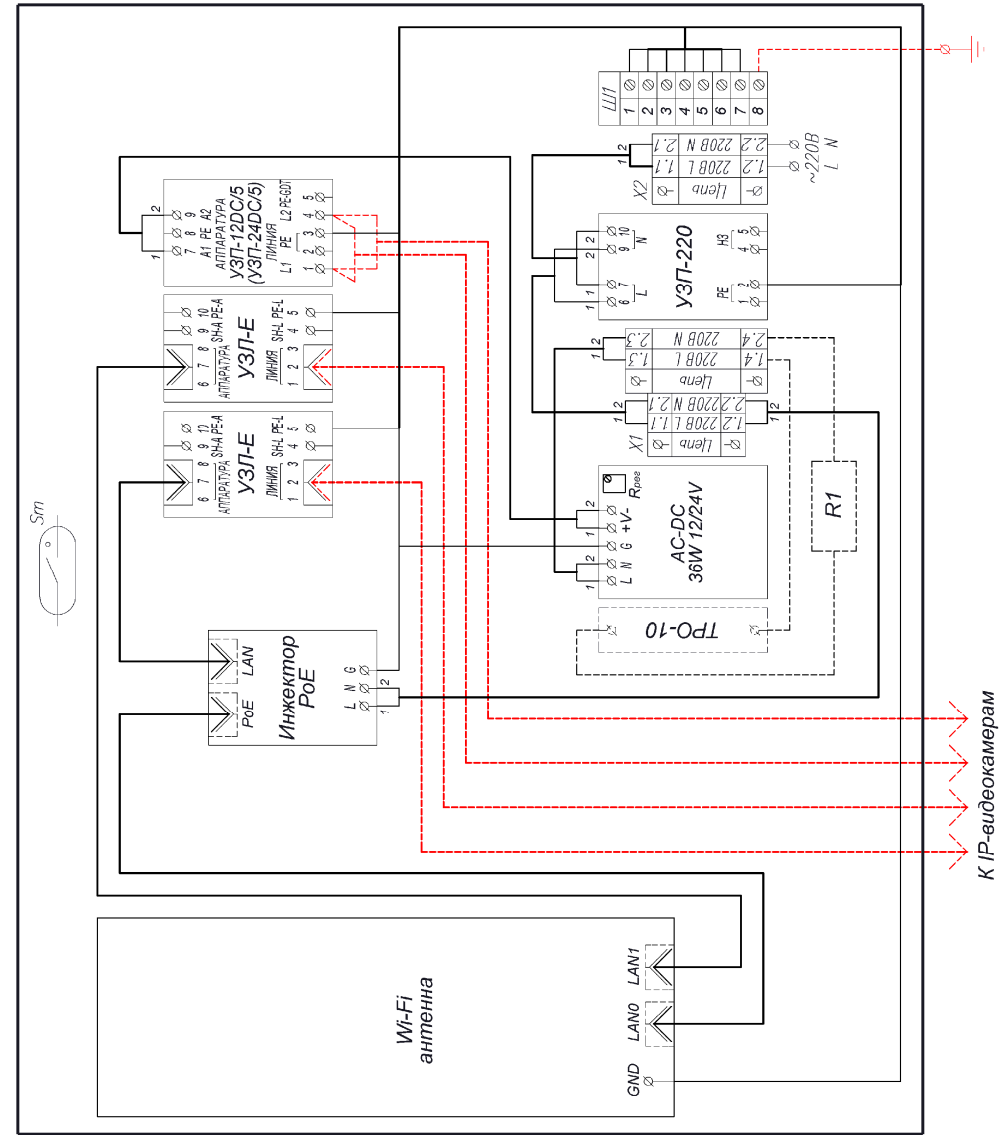

Рис.2.4 Схема электрическая принципиальная (ВУС-1 (12/24 DC) для 2-х IP-видеокамер с защитой 220VAC, 24VDC и Ethernet)
- при наличии в заказе УЗП-220 (рис.2.4), подключение производить к клеммам X2, при этом фазовый провод (L) соединить с контактом 1.2, а нулевой провод (N) с контактом 2.2.